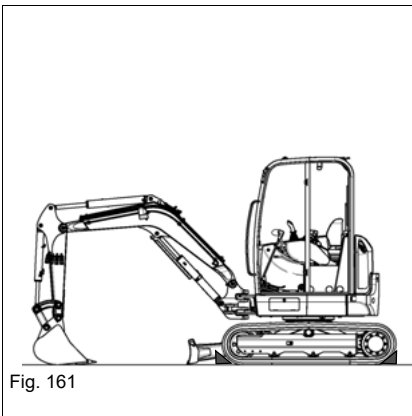

Fig. 161
10. Proteger o veículo com calços (ver Fig. 161).